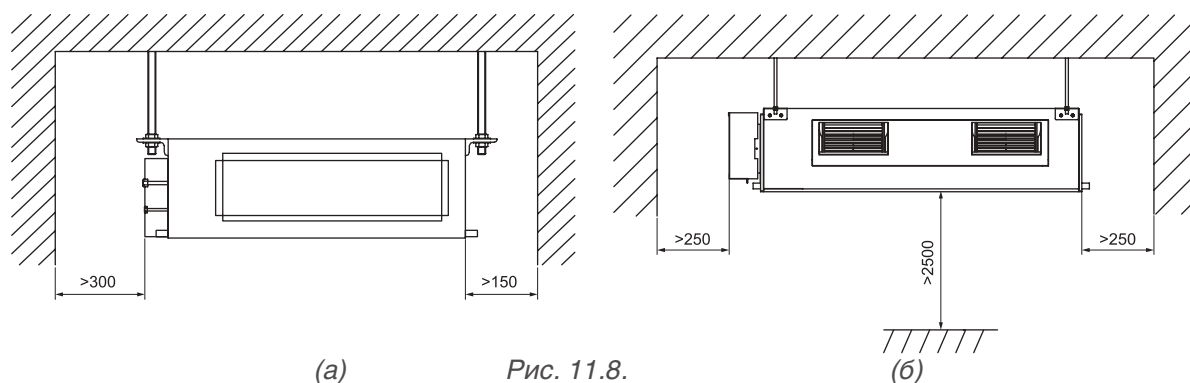

Рис. 11.8.
11.2.2. Минимальные допустимые расстояния от блока до ограждающих конструкций указаны на рис. 11.8. (а) для низконапорных и тонких блоков и на рис. 11.8. (б) для высоконапорных блоков.